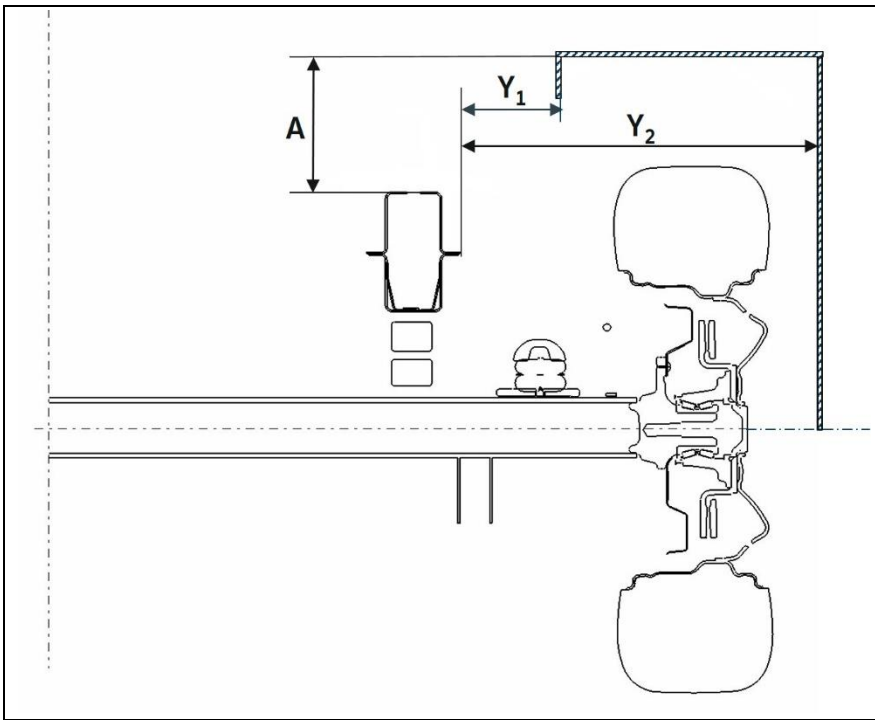

Abb. 4 Schnitt A-A, Radfreigang für max. Radkastenverkleidung bis Radmitte
** Mindest-Radkastenbreite bei Überdeckung bis Mitte Achse, gemessen zum Rahmenlängsträger. siehe Abb. 4